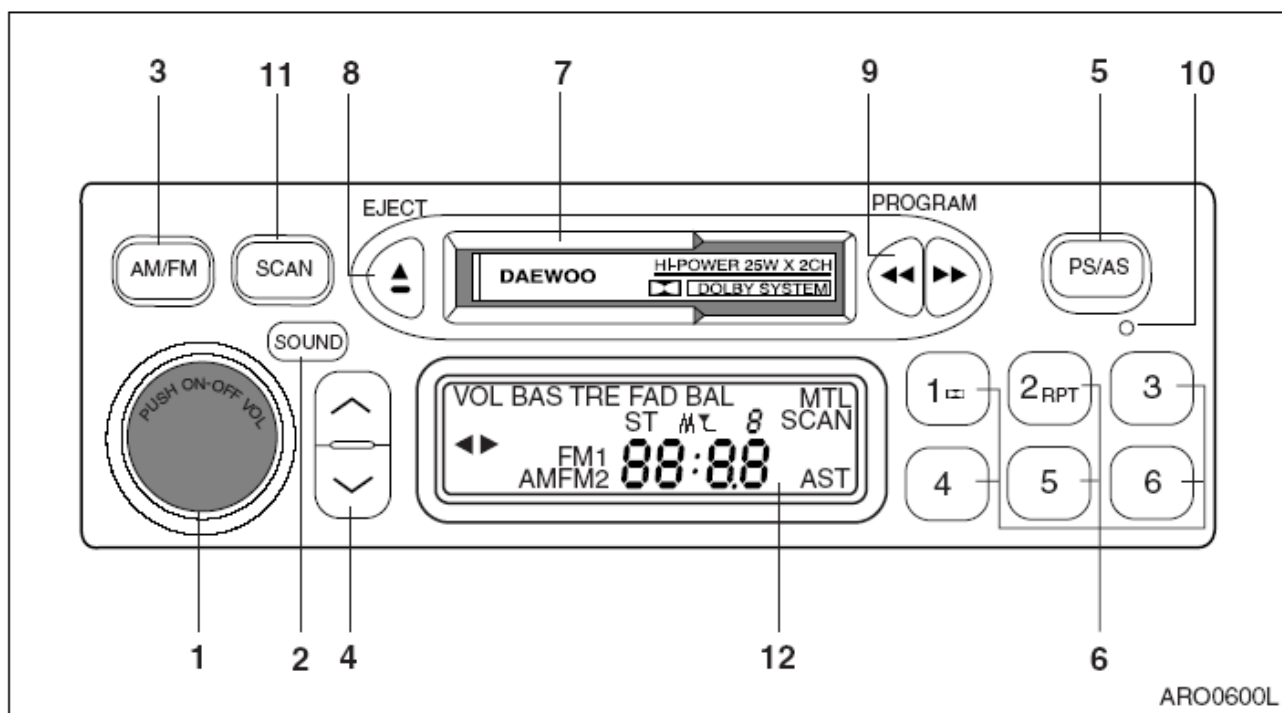

Рис. 70
1. Повернуть ключ стартера во включенное положение (ON).
2. Нажать кнопку вкл./выкл. питания (1, рис. 70).
4. Задать код зоны (использовать кнопку предустановки станций 6, рис. 70).
6. Задать код безопасности "1156" (использовать кнопку предустановки станций 6, рис. 70).
Для быстрого поиска следующей принимаемой станции на более низкой частоте нажать вниз кнопку (4) (9, рис. 70) более 0,5 секунды. Для быстрого поиска следующей принимаемой станции на более высокой частоте нажать вверх кнопку (4) (9, рис. 70) более 0,5 секунды.
Для увеличения или уменьшения частоты нажать кнопку (4) вверх или вниз (9, рис. 70) менее чем на 0,5 секунды. Частота в диапазоне AM меняется с шагом 9 кГц, частота в диапазоне длинных волн (LW) меняется с шагом 1 кГц, а в диапазоне FM - 50 кГц.
Для быстрой перемотки пленки вперед нажать кнопку быстрой перемотки вперед (9, рис. 70). На ЖКД начнет мигать индикатор направления движения пленки. Когда пленка перемотается до конца, она автоматически изменит направление движения, и начнется воспроизведение записи на другой стороне. Чтобы остановить быструю перемотку, нажать кнопку обратной перемотки (9, рис. 70).
Для обратной перемотки пленки нажать кнопку обратной перемотки (9, рис. 70). На ЖКД начнет мигать индикатор направления движения пленки. Когда пленка полностью перемотается назад, начнется воспроизведение записи на той же стороне. Чтобы остановить обратную перемотку, нажать кнопку перемотки вперед (9, рис. 70).
Для перехода к воспроизведению второй стороны пленки при воспроизведении первой стороны нажать одновременно кнопки перемотки вперед (9, рис. 70) и назад (9, рис. 70).